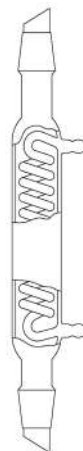

Рис. 90. Лабораторный
11. **Лабораторный обратимый холодильник спирального типа** (рис. 90). Количество витков спирали 16. Стекланный, с внутренним охлаждением. Изделие оснащено двумя взаимозаменяемыми пришлифованными конусами для соединения с различным оборудованием. Химический обратимый холодильник используется для конденсации паров жидкости и возвращения ее обратно в реакцию массу.